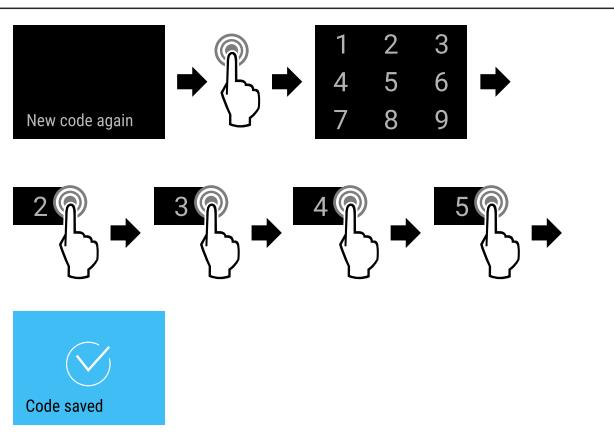

Fig. 86
- Obavite korake postupka (pogledajte Fig. 86).